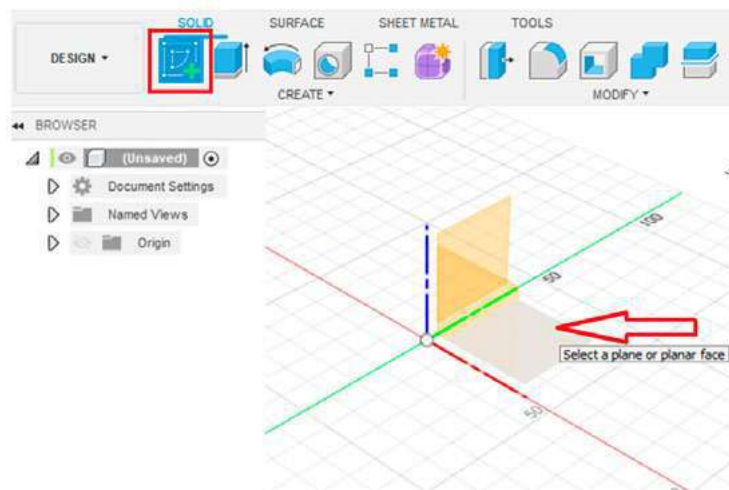

Рис. 2
- 2.1. На панели моделирования выберите панель инструмент CREATE SKETCH и укажите горизонтальную плоскость *xу* для построения эскиза (рис. 2).